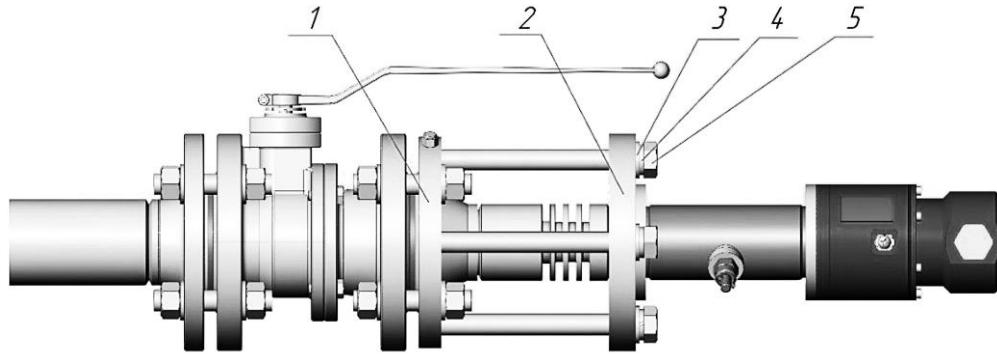

Рисунок 56 – Установленное положение приемопередатчика
– установить два болта М16 (поз. 5, рисунок 56), предварительно накрутив шайбу гроверную (поз.4, рисунок 56) и шайбу (поз.3, рисунок 56) на болты М16, в свободные отверстия для крепления направляющего фланца (поз.1, рисунок 56) с плоским фланцем (поз.2, рисунок 56). Осуществить протяжку болтов усилием не менее 11,6 Н\*м;